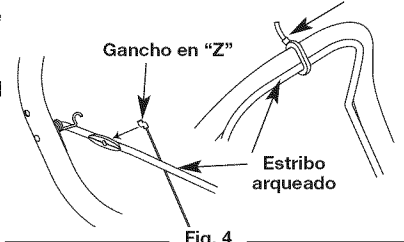

Fig. 4
14. Corte el cincho de plástico que sujeta el estribo arqueado a la manija (Fig. 4).
Su unidad trae una botella de aceite SAE 30 SF, SG, SH de 90 ml (3,04 onzas fluidas) (Fig. 4).